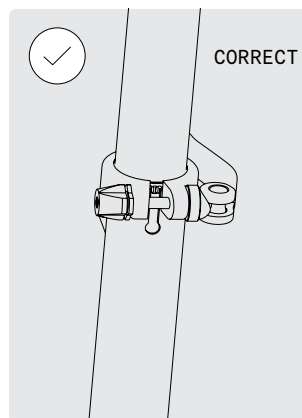

FIG. 33
- Veillez à ne pas extraire la tige de selle du tube de selle au-delà des repères MIN/MAX (Fig. 33, 34).